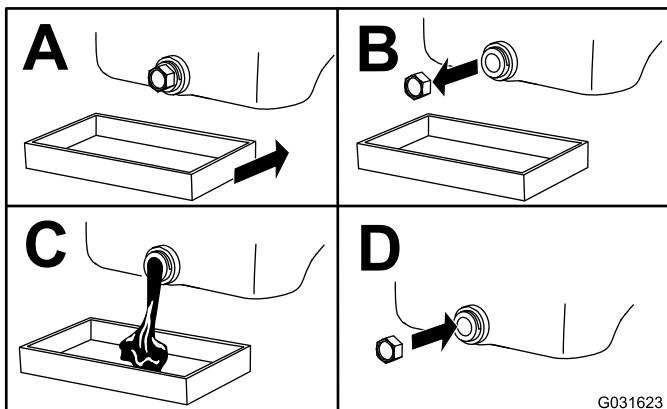

Bild 48
3. Wechseln Sie das Motoröl wie in Bild 48 gezeigt.